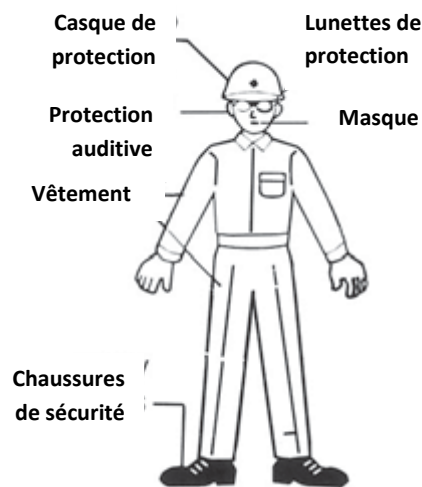

Fig. 1
- Portez toujours des vêtements appropriés pour votre protection (Fig.1).